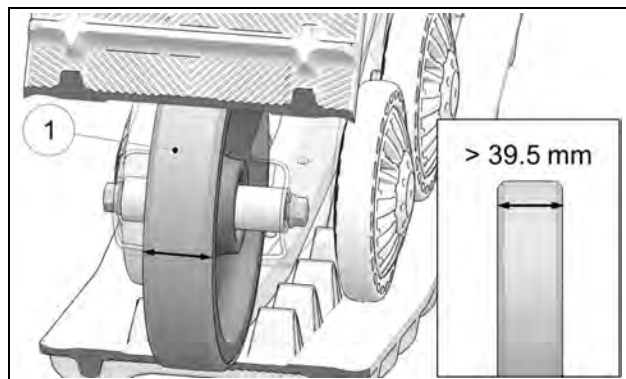

Figure 39
Vérifier l'usure de la bande de guidage de chaque côté des roues 200 mm. Remplacer la roue si la largeur est inférieure à 39.5 mm (42.5 mm à l'état neuf). Une roue trop usée n'offre plus le support nécessaire au guidage de la chenille. Figure 39.
Vérifier aussi l'usure de la bande de contact (1). Si la bande est usée, perforée ou craquelée, remplacer la roue. Elle n'offre plus un support adéquat à la chenille. Voir la Figure 39.